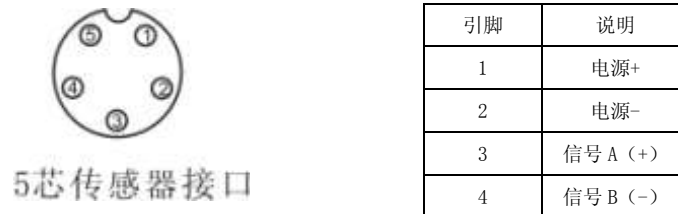

图 2-1-1 数字传感器接口及说明
1、传感器的连接采用 5 芯航空插头，图 2-1-1 标注了各引脚的意义。